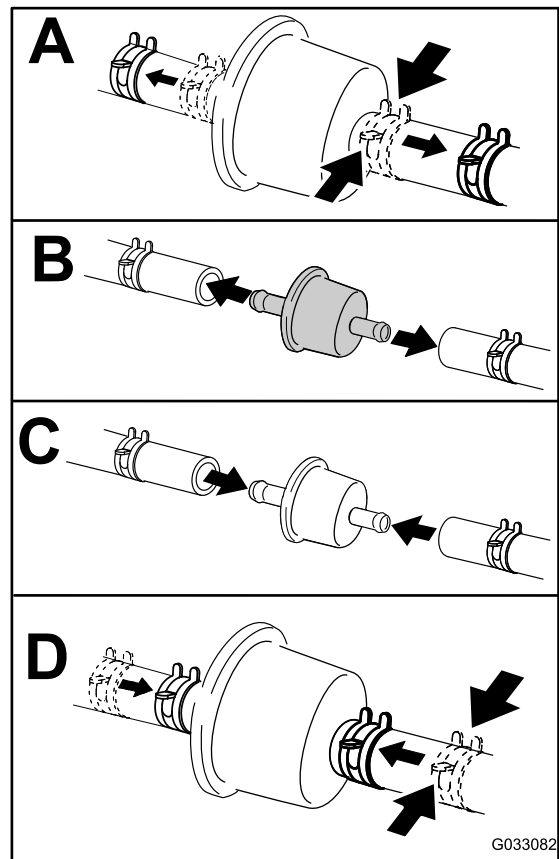

Figure 48
4. Remplacez le filtre à carburant (Figure 48).